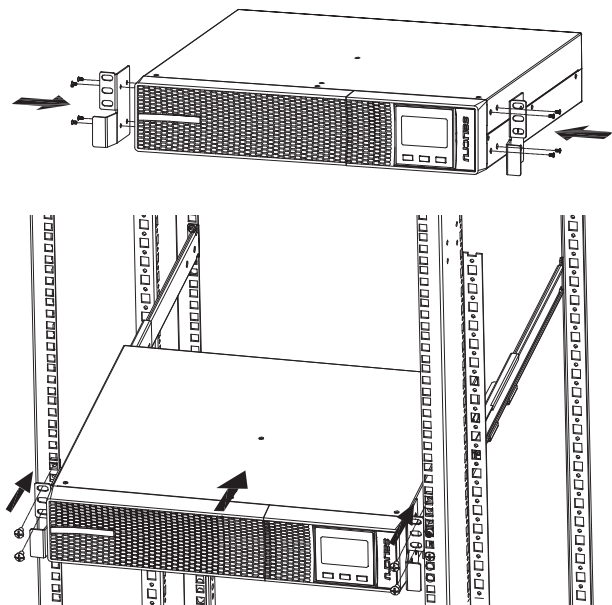
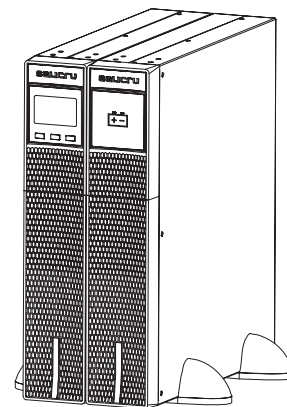

Abb. 4. Montage Typ Rack im 19"-Schränk.
Abb. 8. Modell mit vertikaler Montage -Turmausführung- mit Autonomieerweiterung (Batterieminidul).
- In den Abb. 4 bis Abb. 8 werden beispielhaft die Darstellungen eines Geräts oder von diesem mit seinem Batteriemodul gezeigt. Diese Abbildungen dienen als Hilfe und Anleitung bei den zu befolgenden Schritten und sind auf keinen Fall dazu bestimmt, die Anweisungen für ein einzelnes Modell zu spezifizieren, obwohl in der Praxis die durchzuführenden Aktionen für alle Modelle immer gleich sind.
- Folgendermaßen vorgehen (siehe Abb. 4)
- Die USV und das Batteriemodul zwischen den beiden Sockeln (siehe Abb. 8) und mit einem Abstand von 70 mm von jedem Ende, so wie in der Abb. 6 dargestellt, stehend aufstellen.